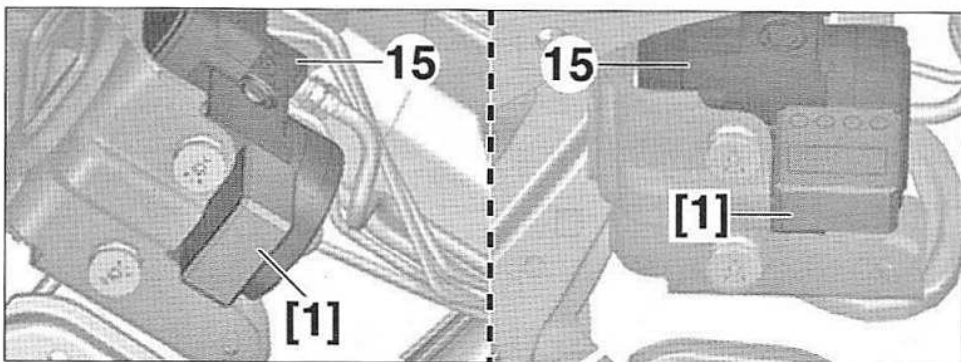

FIG.61
- Positionner l'outil [1] sur le groupe électrohydraulique (15) dans les positions indiquées (Fig.61).